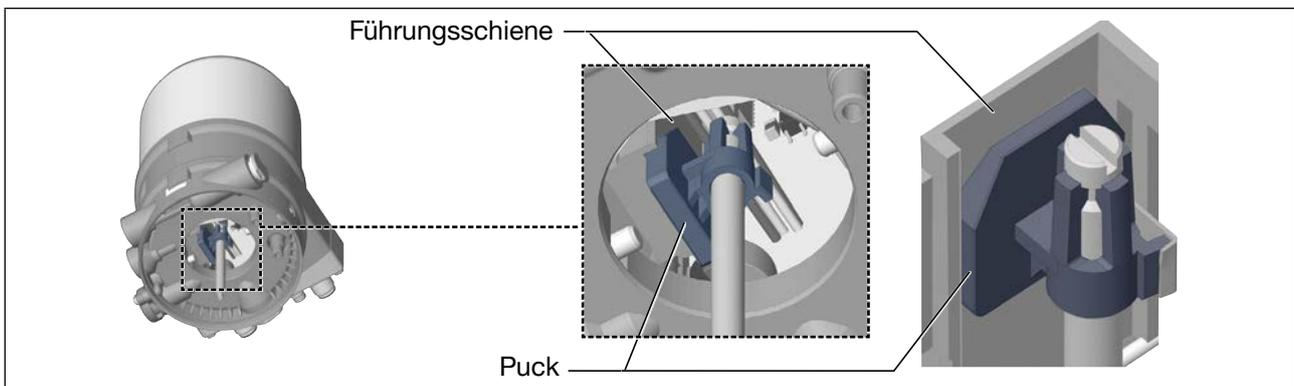

Bild 16: Ausrichten des Pucks
2. Den Puck des Antriebs zur Führungsschiene des Typ 8692/8693 (siehe Bild 16)